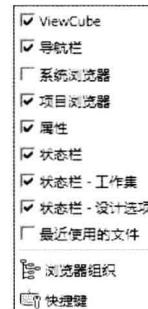

图 3-13
(6) 用户界面：点击下拉菜单控制 ViewCube、导航栏、系统浏览器、状态栏和最近使用的文件各按钮的显示与否。浏览器组织控制浏览器中的组织分类和显示种类。快捷键栏点击将显示软件操作的快捷键汇总，如图 3-13 所示。